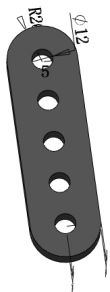

图 11-21 底座零件
2) 选择菜单栏中的“插入”→“零部件”→“现有零件/装配体”命令，插入已绘制的名为“底座”文件，并调节视图中零件的方向。底座零件的尺寸如图 11-21 所示。